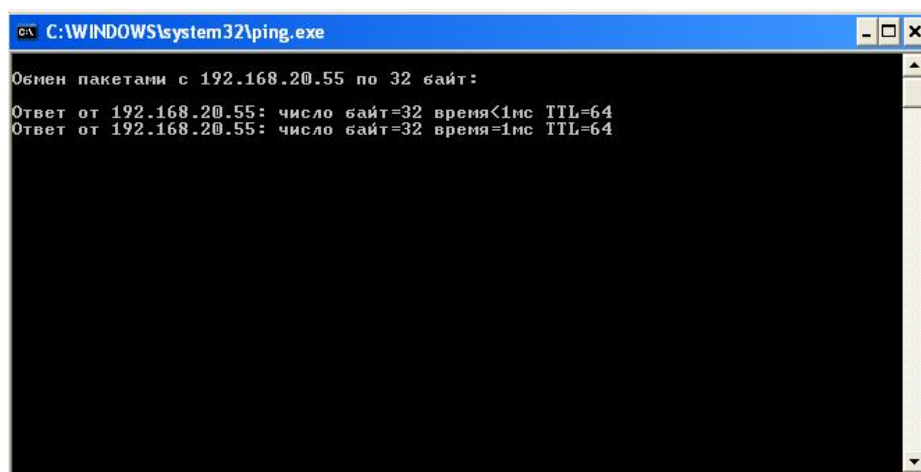

Рисунок 192
- 4) Выберите пункт меню "Пуск/Выполнить", выполните команду *ping адрес_контроллера* (например, ping 192.168.20.55) и убедитесь в наличии ответа на команду (см. Рисунок 1 - Рисунок 192).